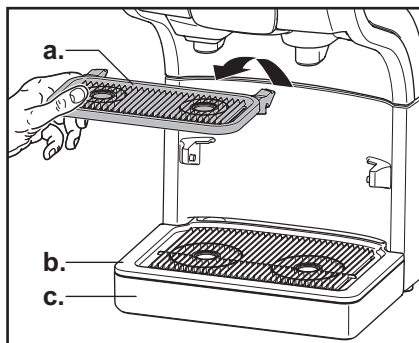

图 27
2. 取下杯座板 (a)，滴水格子 (b) 和滴水盘 (c)。(图 27)